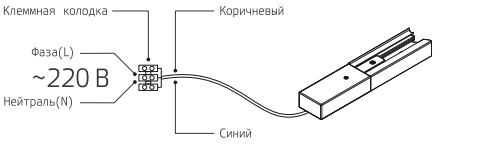

Рис. 1. Схема подключения трекowego шинопровода к электросети 220 В
- Монтаж продукции Gauss® должен быть произведен так чтобы обеспечить надежную фиксацию и удобный доступ для обслуживания. Подключение трекowych шинопроводов к сети электропитания потребителя производится с помощью встро-енного коннектора согласно схеме (рис.1). Пример монтажа